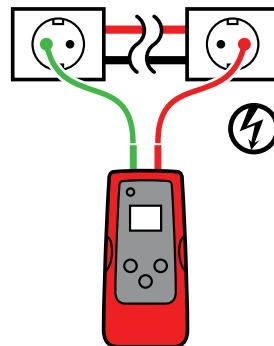

Figura 3.2a
2. Collegare il cavo rosso al cavo Linea sotto tensione (sul lato carico del sistema). Il segnale sarà trasmesso SOLTANTO tra la presa a cui è collegato il trasmettitore e la sorgente di alimentazione (vedi Figura 3.2a).